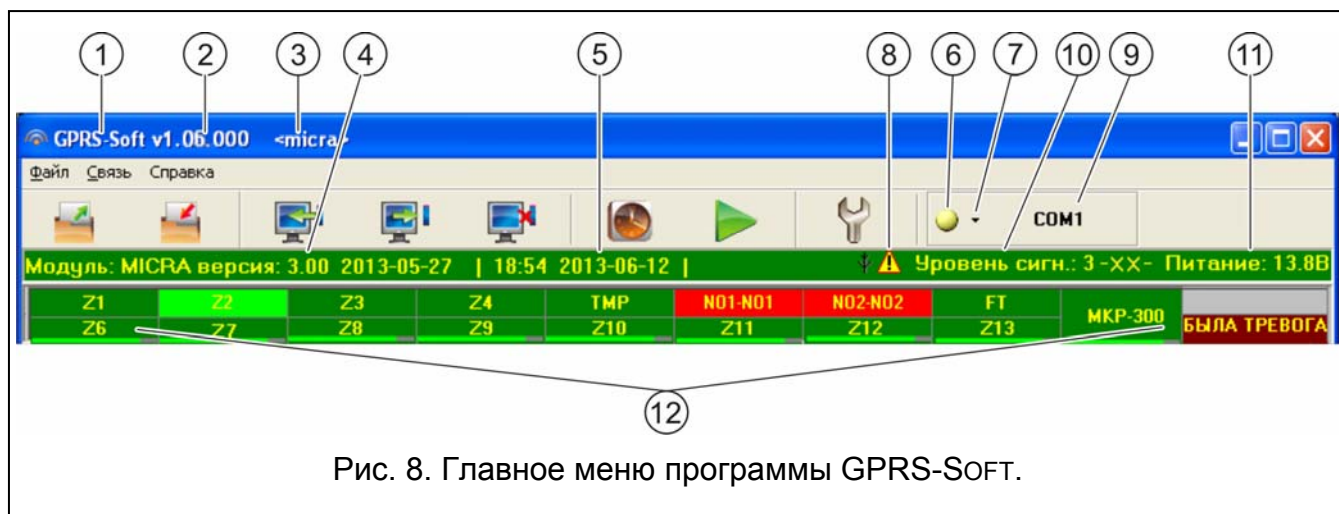

Рис. 8. Главное меню программы GPRS-SOFT.
COM-порт компьютера должен быть подключен к порту RS-232 (TTL) на плате электроники модуля. Кабели для подключения продаются отдельно, артикул комплекта кабелей в прайс-листе – DB9FC/RJ-KPL. В программе GPRS-SOFT следует указать номер COM-порта компьютера, предназначенного для связи с модулем. С этой целью следует кликнуть указателем мыши по кнопке «Конфигурация» (см.: рис. 8 и пояснения к рисунку) и в окне, которое отобразится, выбрать один из доступных портов COM компьютера. Программа соединяется с модулем после включения выбранного COM-порта.
2. Кликнуть указателем мыши по кнопке «Конфигурация» (см.: рис. 8, пояснения к рисунку). В открывшемся окне, впишите номер TCP-порта, выбранного для связи с модулем. Этот номер будет находиться в SMS-сообщении, отправленном на номер GSM-телефона модуля, с целью установления связи.
3. Кликнуть указателем мыши по кнопке (см. рис. 8). В открывшемся меню выберите вкладку «TCP/IP». Сервер будет активирован.